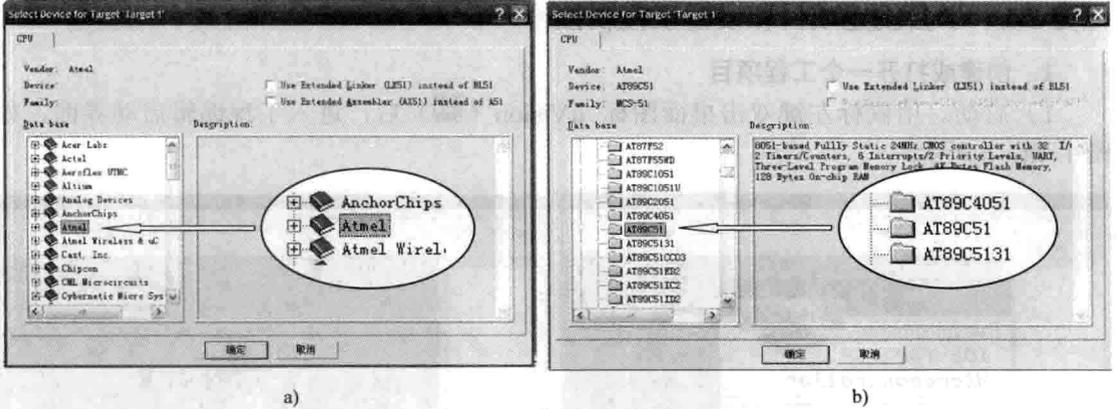

图 1-4 “选择单片机型号”对话框
3) 选择单片机型号。保存新项目后, 系统弹出“选择单片机型号”的对话框, 如图 1-4 所示。用户可按需选择使用的单片机型号。例如, 选择 Atmel 公司的 AT89C51, 如图 1-4b 所示。